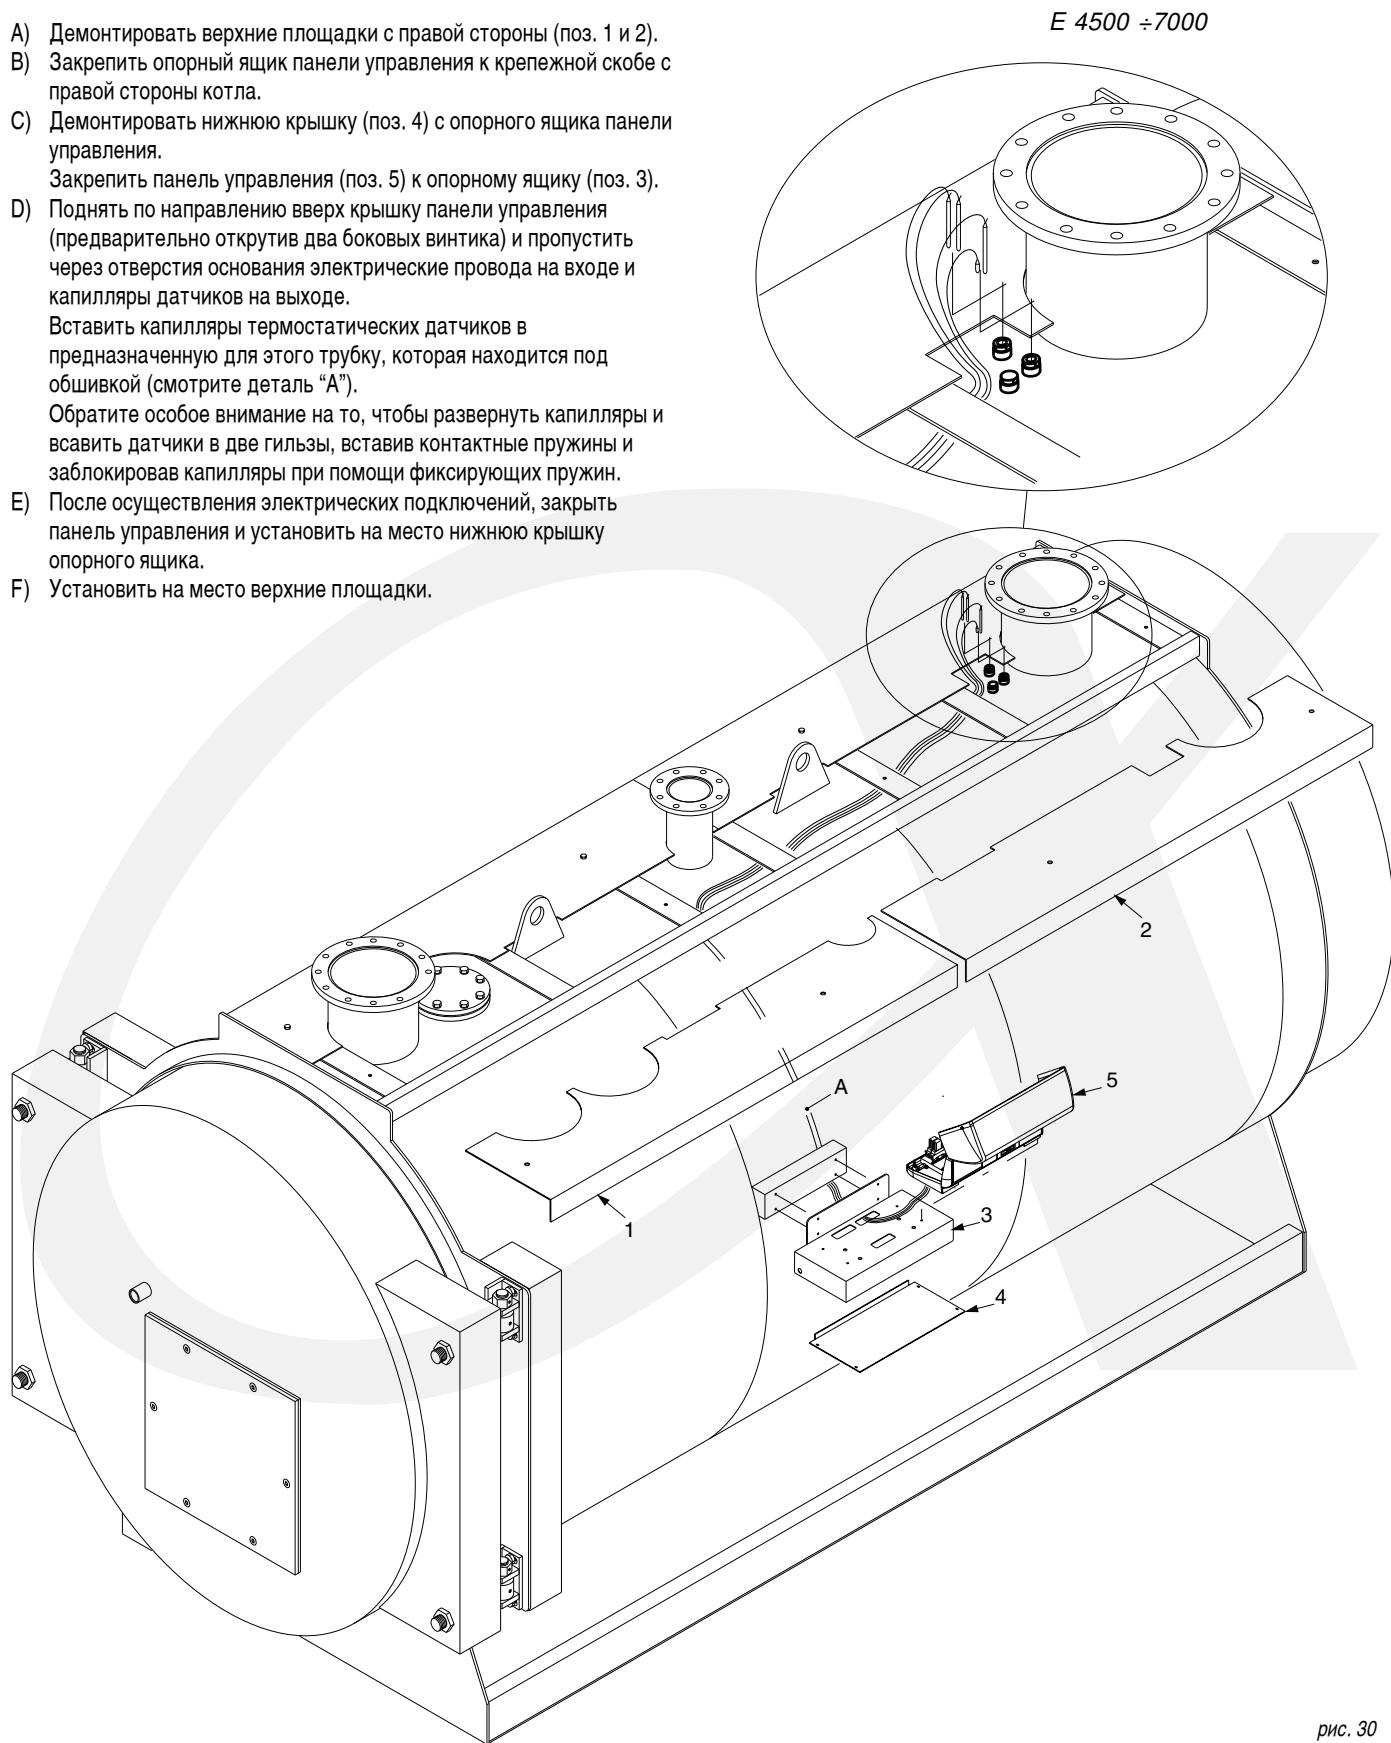

рис. 30
Последовательность монтажа (см. рис. 30)
- включением-отключением котлового насоса Pi или, когда он отсутствует, всех насосов установки (например, насосов Pr и Pc на рис.30) по команде термостата T_{min} с уставкой срабатывания 55°C ;